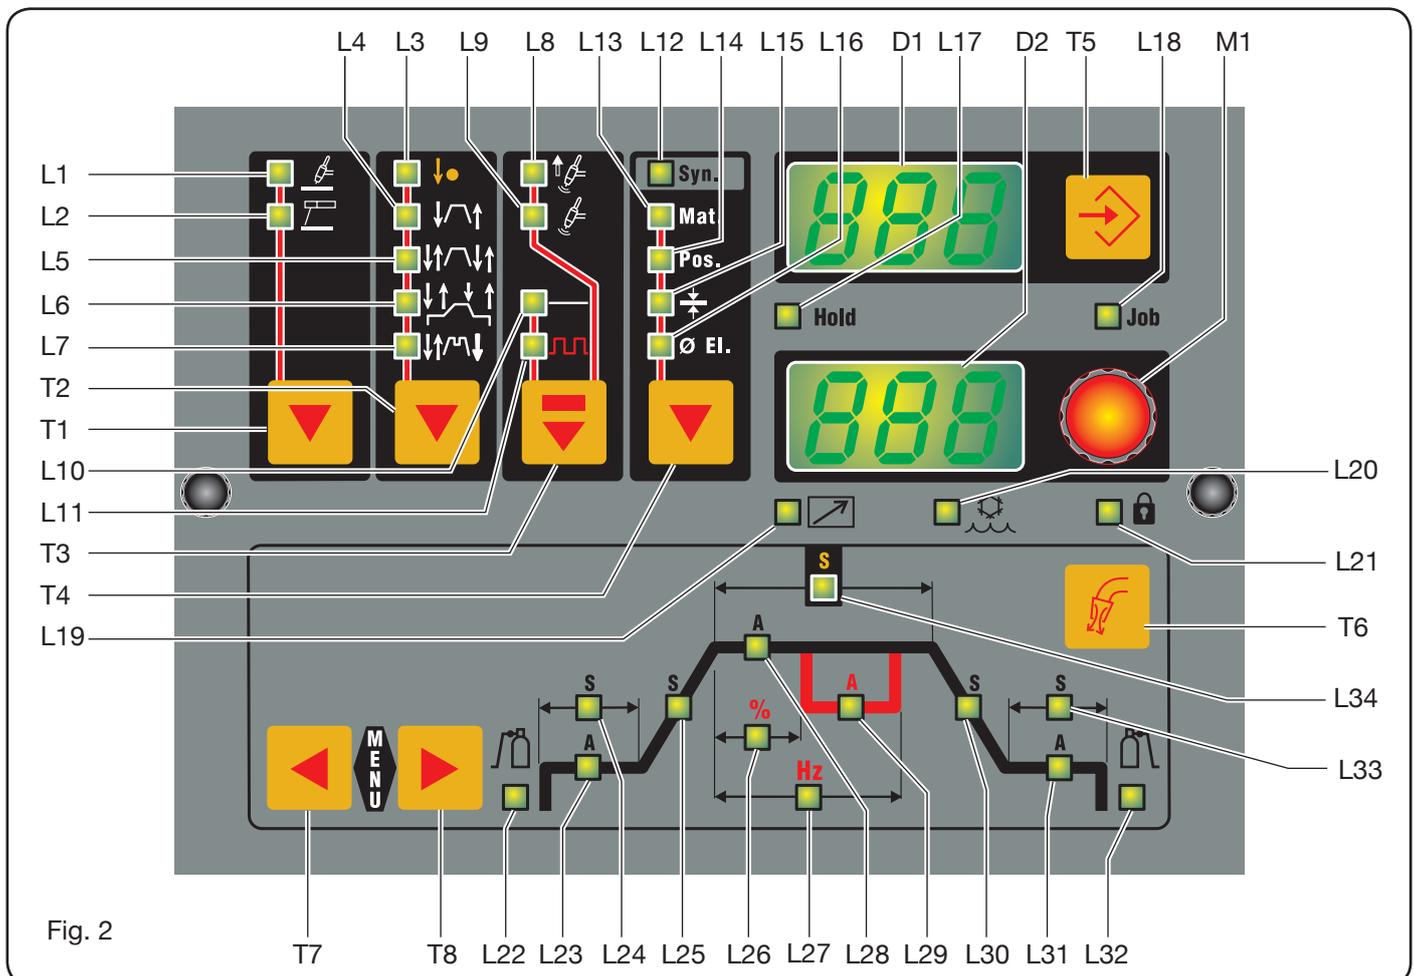

Fig. 2
3.3 DESCRIPTION DU PANNEAU DE COMMANDES (Fig. 2).